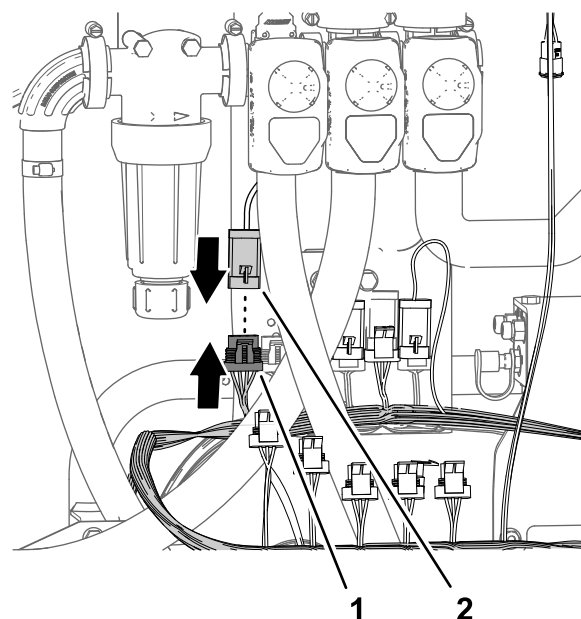

Рисунок 87
4. Подсоедините 4-штыревой разъем привода клапана интенсивности опрыскивания к 4-гнездовому разъему ответвления жгута проводов длиной 89 см из комплекта с маркировкой RATE VALVE (КЛАПАН ИНТЕНСИВНОСТИ ОПРЫСКИВАНИЯ) (Рисунок 87).